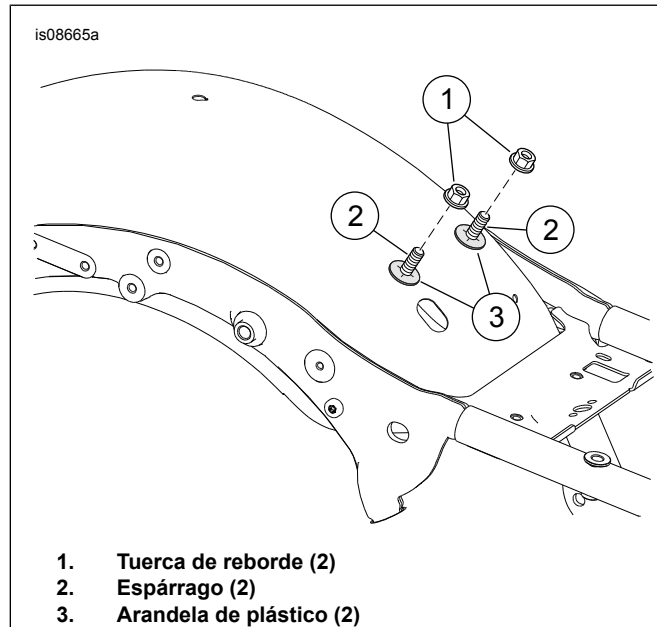

Figura 2. Elementos de sujeción de montaje
3. Vea Figura 2 . Quite las tuercas (1). Deje las arandelas (3) y los pernos (2) en su sitio.